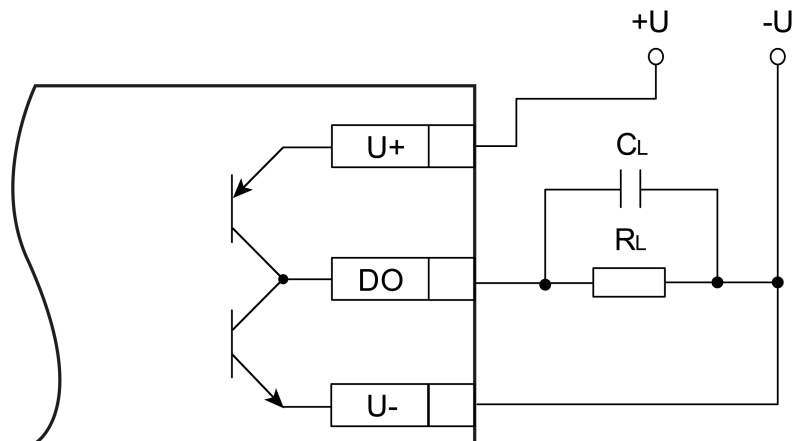

Abb. 4.3 Ausgangsbeschaltung im Push-Pull-Schaltmodus
- Push-Pull Schalter (*Abb. 4.3*) — zum Schalten von Lasten mit größerer Kapazität und geringerem Strom (weniger als 100 mA)